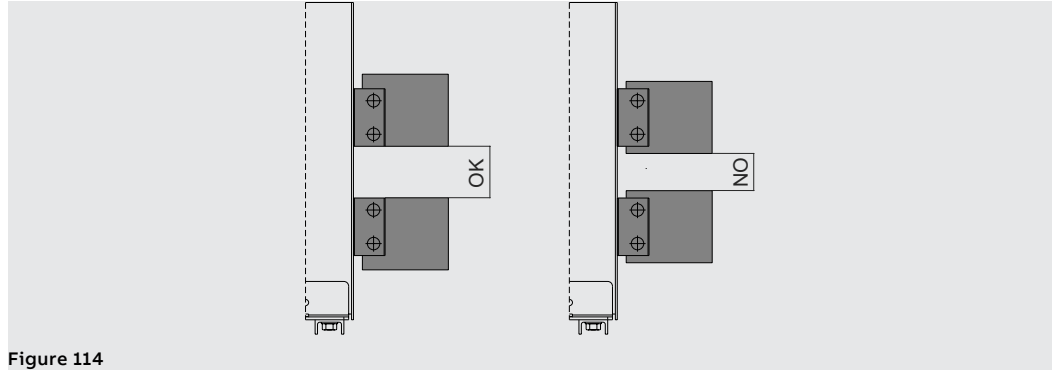

Figure 114
- Garantir la distance maximale possible entre les barres d'entrée et celles de sortie. Voir exemple Figure 114.